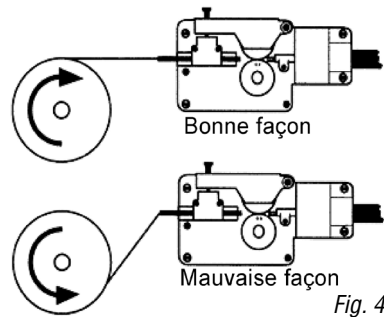

Fig. 4
4. Placez la bobine sur la broche de façon à ce que le fil soit droit, et non pas incliné, au moment d'entrer dans le mécanisme de l'appareil de soudage (fig. 4). Le fil de soudage devrait toujours sortir par le dessus de la bobine pour entrer dans le mécanisme d'entraînement.